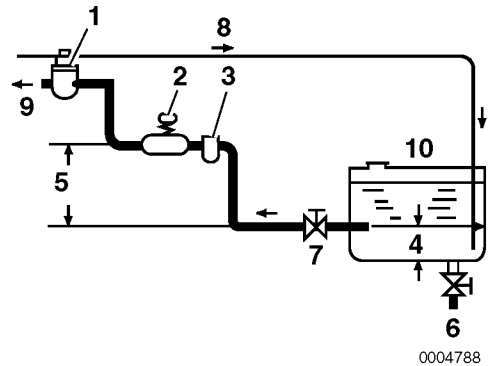

Figure 3
Installez la conduite de carburant du réservoir à carburant à la pompe d'injection de carburant comme indiqué dans **Figure 3**.
Le carburant/séparateur d'eau recommandé (**Figure 3, (3)**) (en option) est installé au niveau de la section centrale de cette conduite.